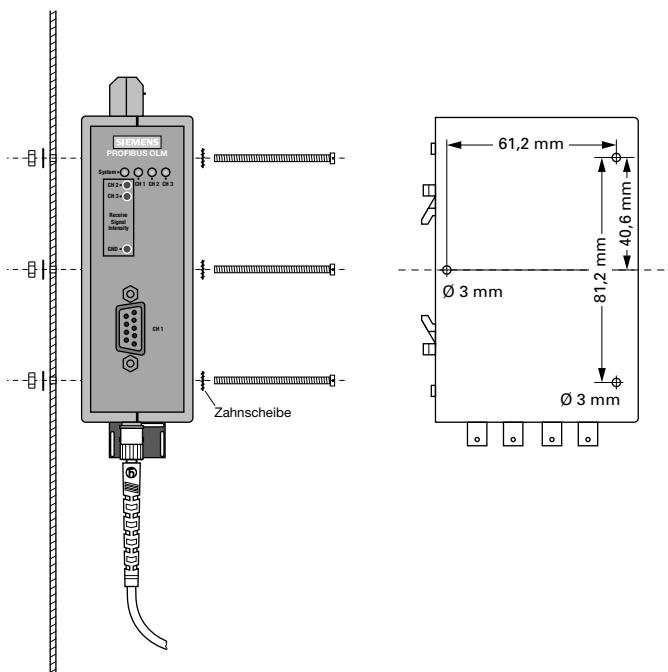

Abb. 8: Montage eines Moduls auf einer Montageplatte
- ▶ Versehen Sie die Montageplatte mit drei Bohrungen entsprechend der Bohrschablone in Abbildung 8.